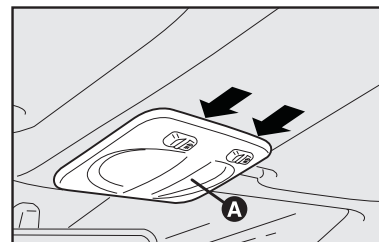
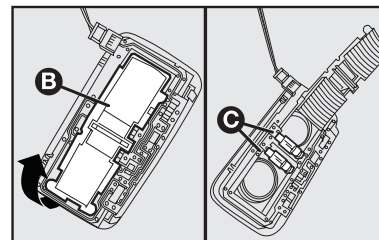

fig. 30
fig. 31
### CONSOLA DE TECHO fig. 30 y fig. 31
- actúe en los puntos indicados por las flechas y quite el plafón **A-fig. 30**;
- abra la tapa de protección **B-fig. 31**;
- sustituya la lámpara **C-fig. 31**, desvinculándola del porta lámpara y cerciorándose de que las nuevas lámparas estén correctamente bloqueadas entre los contactos;
- cierre la tapa **B-fig. 31** y fije el plafón **A-fig. 30** en el mismo alojamiento, comprobando el bloqueo.